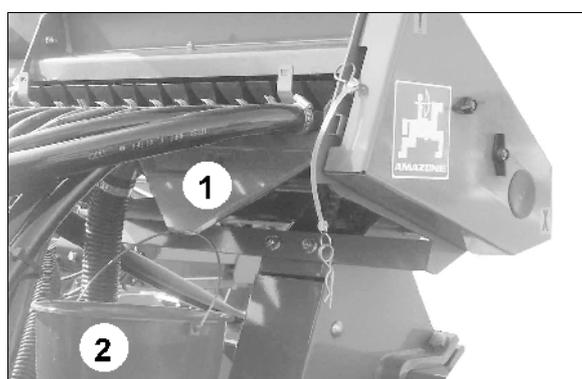

Fig. 39
3. Accrocher l'auget d'étalonnage (Fig. 39/2) sous l'écoulement (Fig. 39/1).